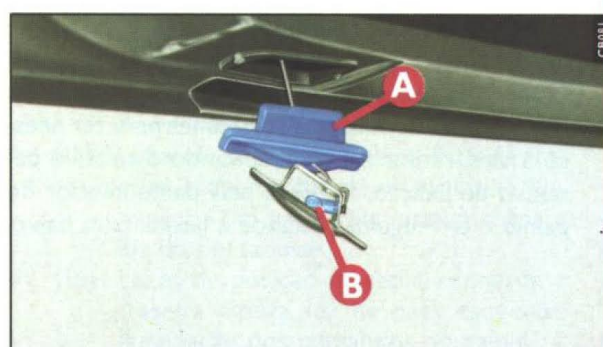

fig. 25
- 2) soltar o porta-lâmpada **A-fig.25** e retirar a lâmpada **B**;